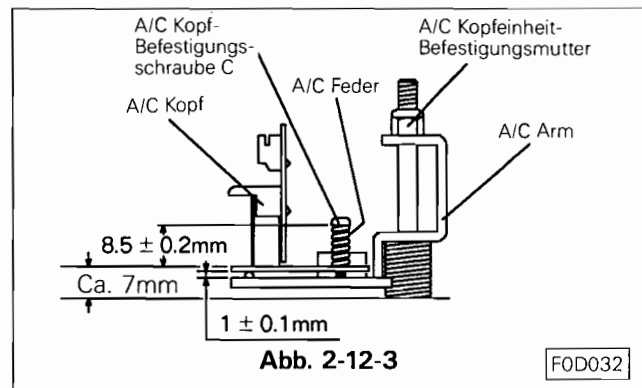

Abb. 2-12-3
Den A/C Kopf so befestigen, daß das Kopfunterteil mit dem Kopfhalterarm parallel ist. Mit der Einstellschraube c die Höhe so einstellen, wie in Abb. 2-12-3 beschrieben.
- D. Die Haltearmbefestigungsmutter so weit anziehen das der Abstand zwischen Haltearm und Chassis ca. 7mm beträgt. Siehe Abb. 2-12-3.